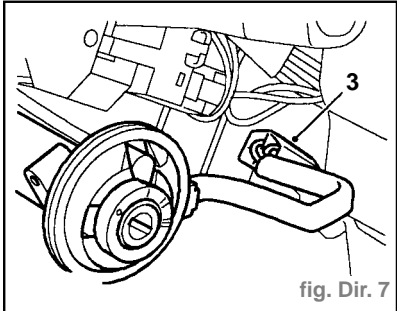

fig. Dir. 7
- A partir de l'**AM 98**, débrancher la fiche multibroches (3) de la bobine passive (Fig. Dir. 7).